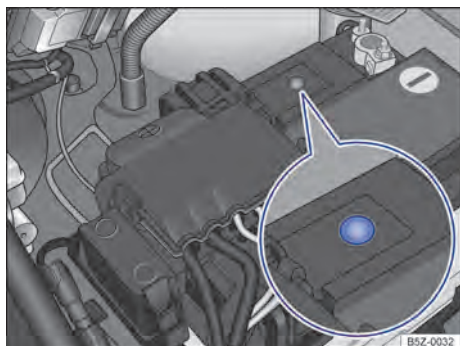

Fig. 187 No compartimento do motor: exemplo de posição do visor no lado superior da bateria do veículo.
- O visor redondo → Fig. 187 na parte superior da bateria do veículo muda de cor conforme o nível de eletrólito.